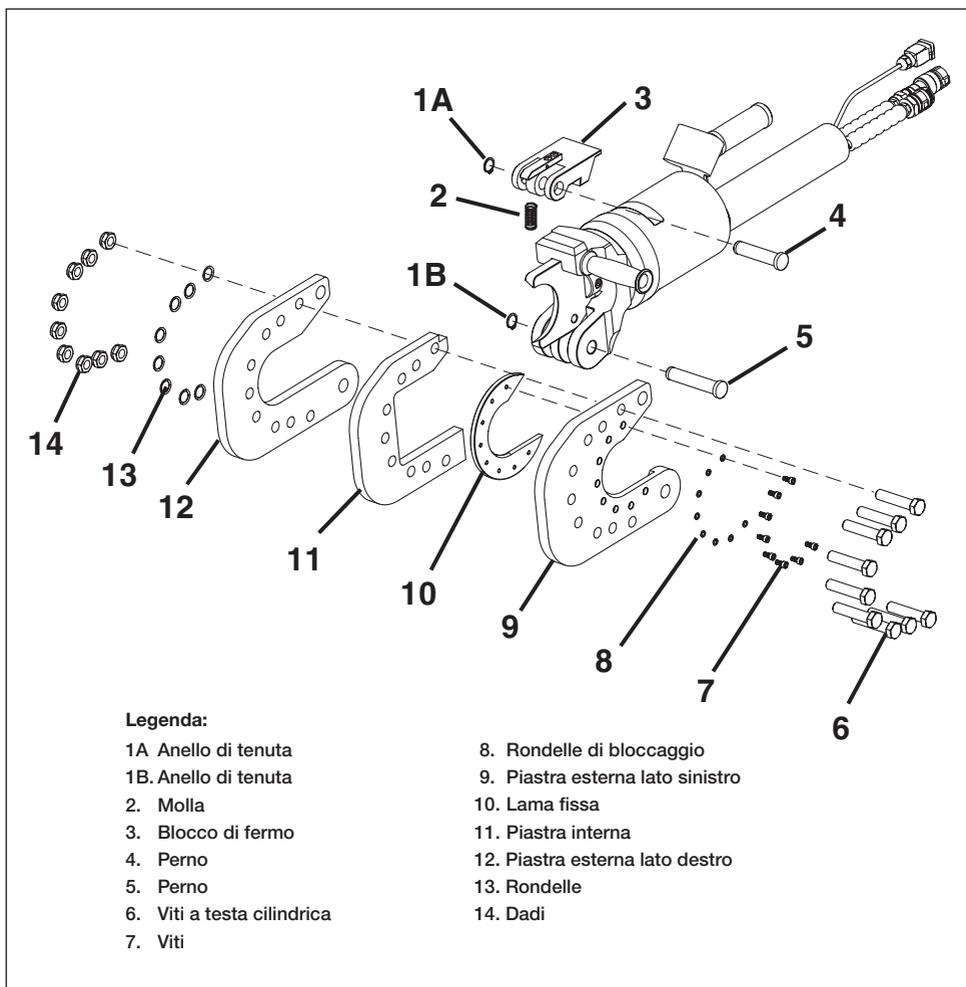

Figura 12, Sostituzione della lama fissa (in figura: modello EWCH90, analogo anche per EWCH140)
Sostituire la lama fissa come descritto nei passaggi seguenti. Fare riferimento alla figura 12.
6. Rimuovere l'anello di tenuta (figura 12, elemento 1B). Rimuovere il perno (figura 12, elemento 5) e la testa di taglio (figura 12, elementi 6-14).
7. Nel modello EWCH90, rimuovere le nove viti a testa cilindrica (figura 12, elemento 6), le rondelle (figura 12, elemento 13) e i dadi (figura 12, elemento 14). Nel modello EWCH140, rimuovere i sei tappi a vite, le rondelle e i dadi.
8. Separare la piastra esterna del lato sinistro (figura 12, elemento 9), la piastra interna (figura 12, elemento 11) e la piastra esterna del lato destro (figura 12, elemento 12).
9. Nel modello EWCH90, rimuovere le otto viti della lama fissa (figura 12, elemento 7) e le rondelle (figura 12, elemento 8) per rimuovere la lama fissa (figura 12, elemento 10). Nel modello EWCH140, rimuovere le sette viti della lama fissa e le rondelle per rimuovere la lama.
10. Nel modello EWCH90, montare una nuova lama fissa (figura 12, elemento 10) sulla piastra esterna di sinistra (figura 12, elemento 9) con le sue otto viti (figura 12, elemento 7) e rondelle di bloccaggio (figura 12, elemento 8) applicando una coppia di 10 Nm [91 in-lb]. Applicare inoltre il composto Loctite 243 o un prodotto equivalente.
11. Nel modello EWCH1400, montare una nuova lama fissa (figura 12, elemento 10) sulla piastra esterna di sinistra (figura 12, elemento 9) con le sue sette viti (figura 12, elemento 7) e rondelle di bloccaggio (figura 12, elemento 8) applicando una coppia di 25 Nm [18 ft-lb]. Applicare inoltre il composto Loctite 243 o un prodotto equivalente.
12. Assemblare la piastra esterna di sinistra (figura 12, elemento 9), la piastra interna (figura 12, elemento 11) e la piastra esterna di destra (figura 12, elemento 12) utilizzando nove viti a testa cilindrica (figura 12, elemento 6), le rondelle (figura 12, elemento 13) e i dadi (figura 12, elemento 14) per il modello EWCH90 e sei tappi a vite, rondelle e dadi per il modello EWCH140. Applicare una coppia di 211 Nm [155 ft-lb]. Applicare inoltre il composto Loctite 243 o un prodotto equivalente.
13. Incernierare la testa di taglio (figura 12, elementi 6-14) al corpo centrale utilizzando un perno (figura 12, elemento 5) con un anello di tenuta (figura 12, elemento 1B).